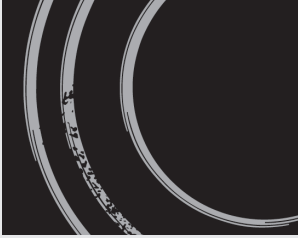

Figura 5
**Retire inmediatamente el azúcar o cualquier alimento con azúcar** de la vitrocerámica con un rascador, incluso si la placa está caliente (Figura 4), ya que el azúcar puede dañar permanentemente la superficie de cristal de cerámica (Figura 5).